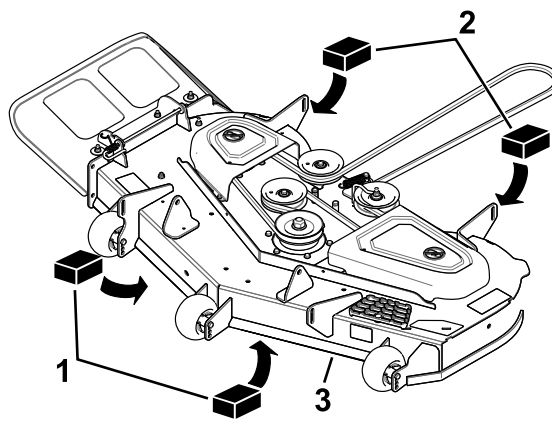

Рисунок 73
3. Установите 2 подставки толщиной по 6,6 см (2⁵/₈ дюйма) под каждую сторону передней кромки деки, но не под кронштейны защитного валика (Рисунок 73).
4. Установите 2 подставки толщиной по 7,3 см (2⁷/₈ дюйма) под заднюю кромку фартука режущей деки, по одной на каждой стороне режущей деки (Рисунок 73).